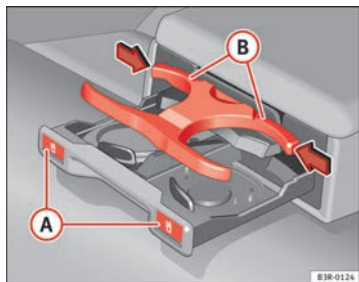

Abb. 132 Getränkehalter in der Armlehne hinten
- Drücken Sie auf das Symbol  (A) ⇒ Abb. 132.